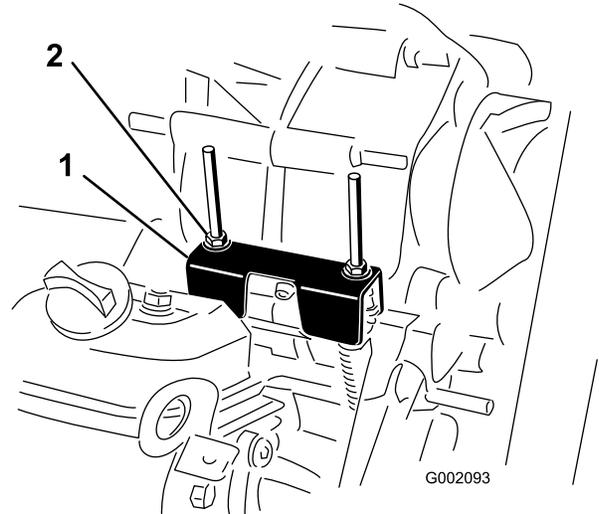

Рисунок 61
(на уровне кронштейна крепления троса, расположенного под кронштейном переключения передач), повернув ведомое сцепление (Рисунок 61).
- Поверните одну из контргаек (Рисунок 61), чтобы получить зазор от 0,762 до 1,52 мм между нижней частью гайки/шайбы и кронштейном нейтрали.
Прежде чем выполнять плановое техобслуживание и (или) диагностику двигателя, коробку передач необходимо переключить в положение НЕЙТРАЛЬ (Рисунок 61). У автомобиля есть положение НЕЙТРАЛЬ на рычаге переключения передач, которое включает нейтральное положение в трансмиссии. Выполните следующие действия, чтобы убедиться в правильной работе рычага переключения трансмиссии в нейтральном положении: